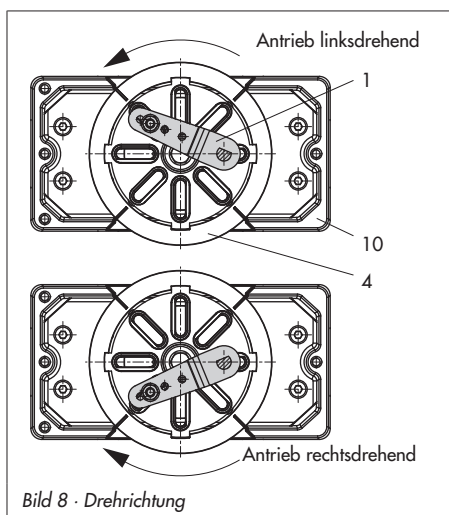

Bild 8 · Drehrichtung
8. Stellungsregler auf das Gehäuse (10) setzen und festschrauben. Dabei den Hebel (1) so ausrichten, dass er unter Berücksichtigung der Drehrichtung des Antriebs mit seinem Abtaststift in den entsprechenden Schlitz eingreift (Bild 8).